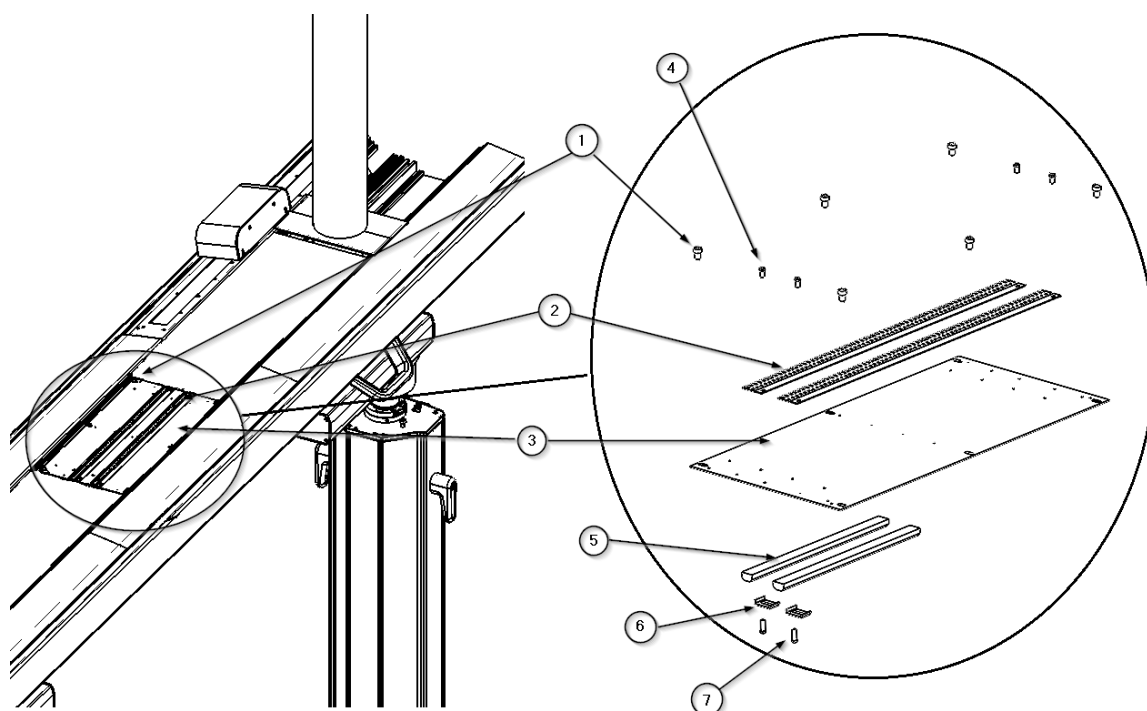

Fig. 8 Remplacement de la lumière indirecte
- Débranchez l'alimentation électrique du contrôleur ② du bornier.
- Dévissez les 2 vis cylindriques M6 x 12 ① DIN 912 et dégagez le module d'éclairage. La bande LED ⑤ et son connecteur rapide sont visibles. Voir figure 8.